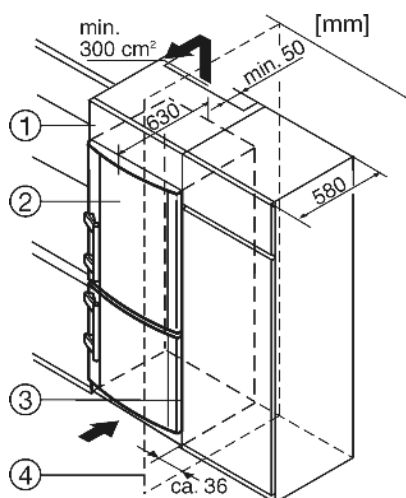

Fig. 10
Устройство может быть окружено предметами кухонной обстановки. Чтобы уравнивать устройство Fig. 10 (2) по высоте с кухонной стенкой, можно установить над устройством соответствующий дополнительный шкафчик Fig. 10 (1).
При комбинировании с обычными кухонными шкафами (глубина макс. 580 мм) устройство можно установить непосредственно рядом с кухонным шкафом Fig. 10 (3). Дверца устройства выступает по сторонам на 34 мм и по центру устройства на 50 мм относительно передней стенки кухонного шкафа. Поэтому ее можно свободно открывать и закрывать. Важно для вентиляции:
Если устройство установлено на шарнирах у стены Fig. 10 (4), то расстояние между устройством и стеной должно быть не менее 36 мм. Настолько выступает ручка при открытой дверце.